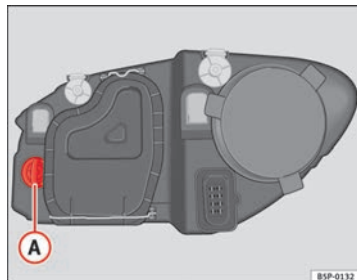

Fig. 163 Lámpara luz intermitente
- Gire el portalámparas ⇒ fig. 163 A a la izquierda y tirar.